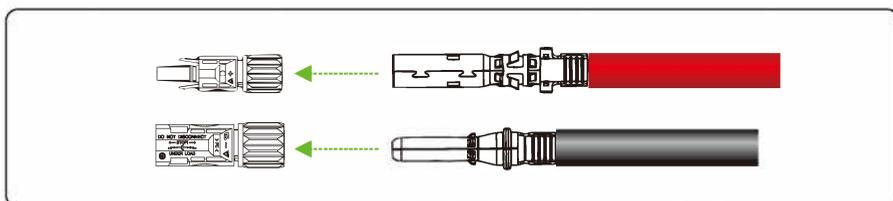

Figura 5.14 Conectando conectores positivos e negativos
Passo 3 Insira os cabos de energia positivo e negativo crimpados nos conectores positivo e negativo correspondentes até ouvir um som de "clique", conforme mostrado na Figura 5.14.